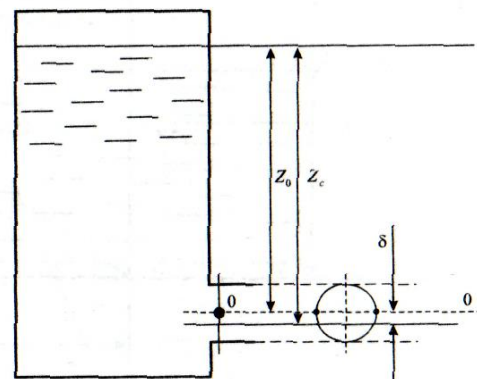

Рис. 9
15. Определить положение центра давления на крышку резервуара, если расстояние от свободной поверхности заполняющей жидкости до геометрического центра крышки $z_0 = 2\text{ м}$ при диаметре $d = 0,6\text{ м}$ (рис. 9).